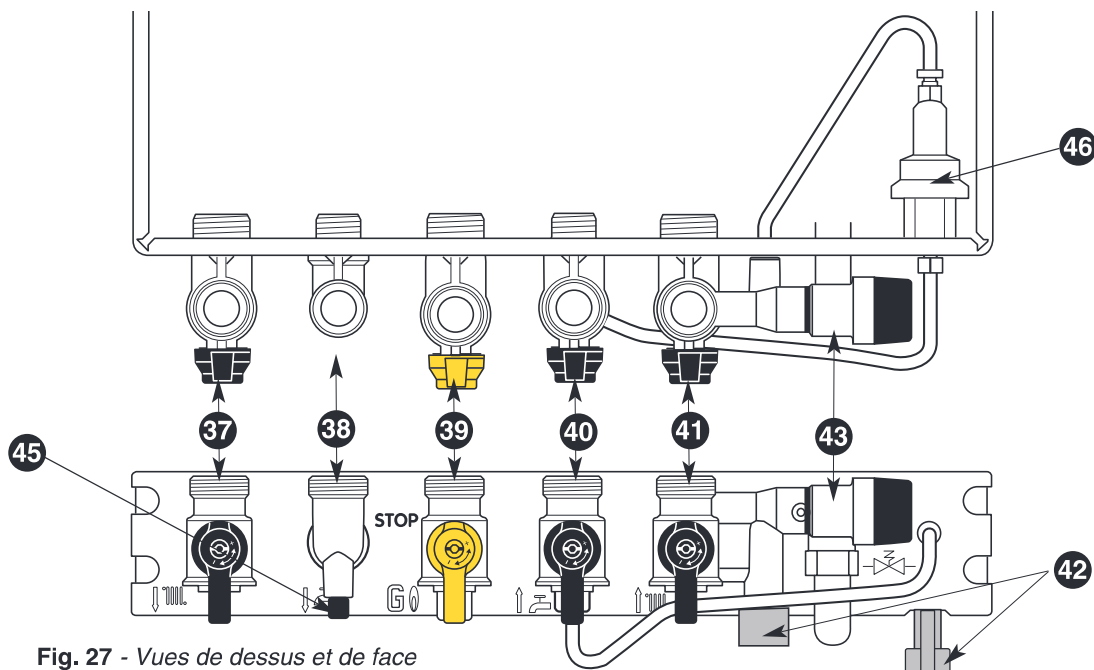

Fig. 27 - Vues de dessus et de face
Barrette robinetterie (fig. 27)
3. Ouvrir le robinet gaz **39** (fig.27).
Remarque: Dans certains cas d'installation, il est possible qu'il se produise, après puisage d'eau chaude, un léger réchauffement de la canalisation (et éventuellement d'un radiateur). Pour l'éviter, il suffit de fermer le robinet départ chauffage **37** (fig. 27). Ne pas oublier de l'ouvrir en début de saison de chauffage, lorsque l'on autorise à nouveau le mode chauffage.
- fermer le robinet gaz **39** (fig. 27)
- dévisser la vis **45** du raccord eau chaude sanitaire (fig.27)